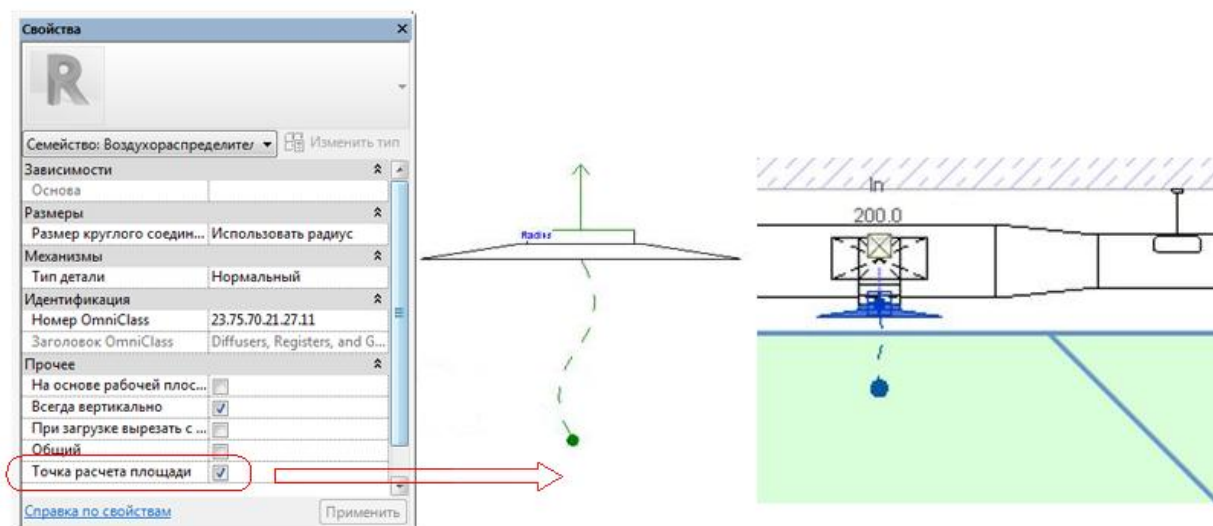

Рисунок 4.29. Определение положения точки расчета площади
- измените местоположение точки расчета площади, чтобы она находилась внутри пространства (рис. 4.29).